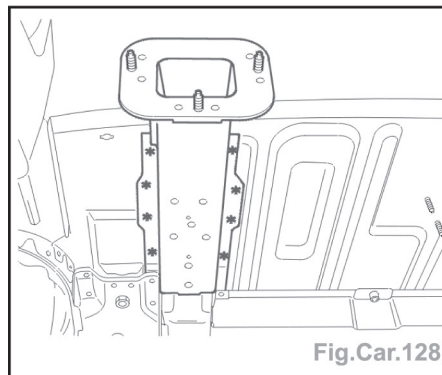

Fig.Car.128
- Découper par fraisage des points (Fig.Car.128).